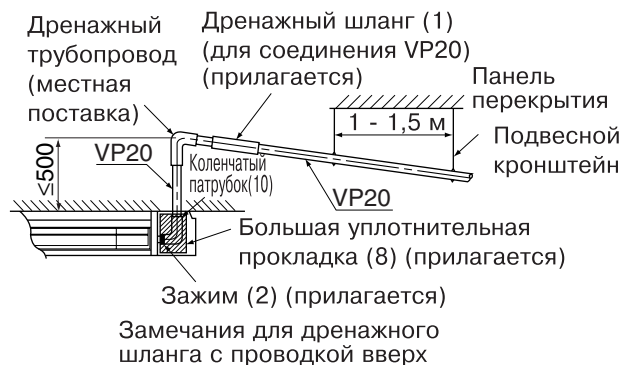
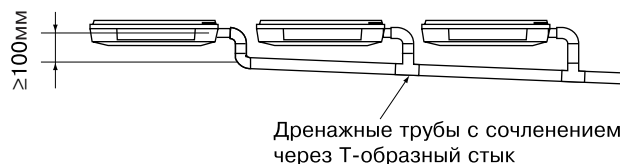

Рис. 26
**Рис. 28**
### 7-1 Сборка дренажного трубопровода (См. рис. 26)
- Во избежание провисания дренажного шланга обеспечивайте зазор между подвесными проводами через каждые 1 – 1,5 м. (См. Рис. 26)
- Используйте только поставляемый дренажный шланг (1), (для дренажной трубы с проводкой справа) или коленчатый патрубок (10) (для дренажной трубы с проводкой справа) и металлическое крепление (2).
- Поместите дренажный шланг (1) или коленчатый патрубок (10) на дренажный трубопровод до горловины и надежно закрепите металлическое крепление (2).
- Затягивайте металлическое крепление (2) до тех пор, пока головка винта не приблизится к шлангу на расстояние в менее чем 4 мм.
- Заизолируйте металлическое крепление (2) и дренажный шланг или коленчатый патрубок (10) с помощью поставляемой уплотнительной прокладки (8). **(См. Рис. 28)**